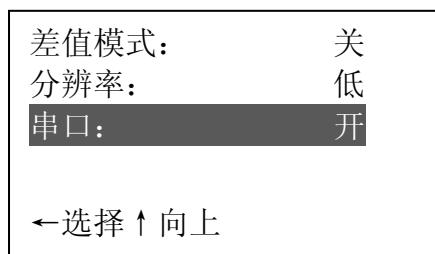

图 40
- d. 用 **↑** 或 **↓** 键选中 **串口**，按 **←** 键循环显示开（打开串口功能）、关（关闭串口功能），这里需打开该功能，如图 40，